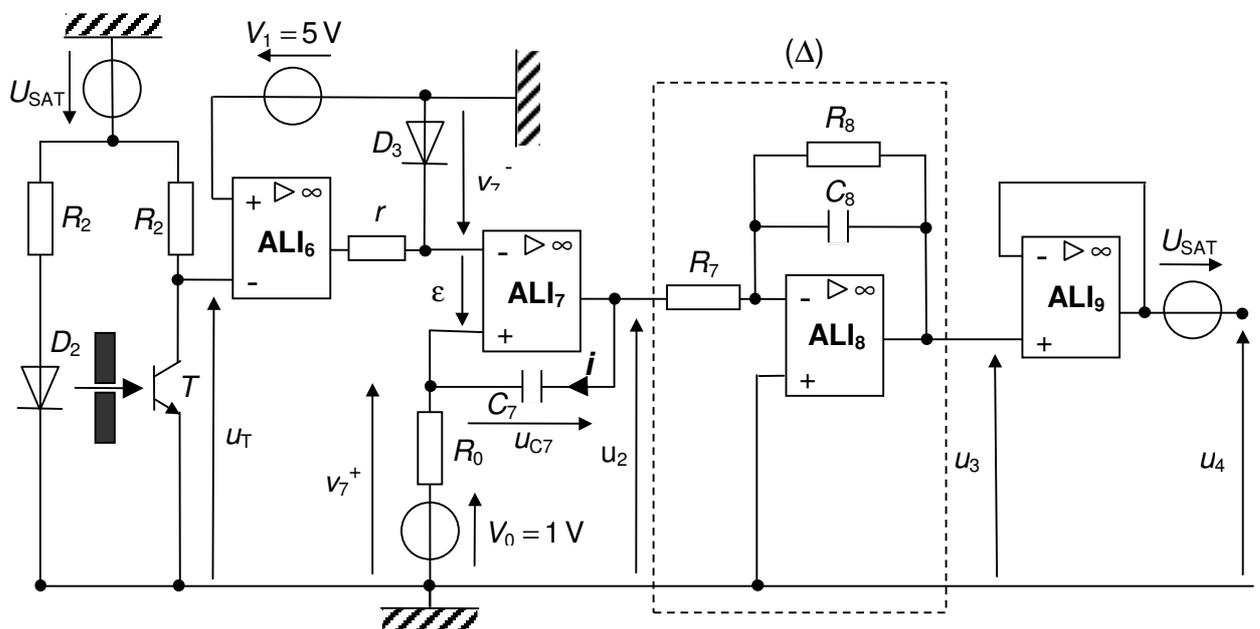

Figure p2
Question 10. Le transducteur utilisé est un capteur optoélectronique qui délivre une tension variable proportionnelle à la fréquence de rotation du moteur. Il est associé à un convertisseur fréquence-tension (figure p2).
1. Considérons uniquement la partie du circuit électronique de la figure p2 notée (Δ) et délimitée par des pointillés. Elle admet la tension d'entrée $u_2(t)$ et $u_3(t)$ est le signal de sortie.
4. Exprimer la tension u_4 en fonction de t_0 , U_{SAT} et de la fréquence de rotation N du moteur. Expliquer pourquoi le circuit de la figure p2 réalise une conversion fréquence-tension et permet d'obtenir une tension de sortie u_4 "image" de la vitesse de rotation Ω du moteur.